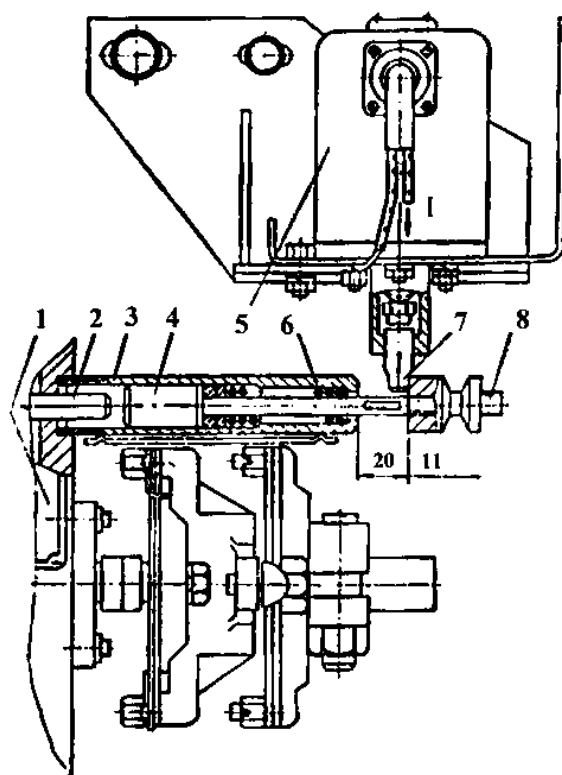

Рис. 24. Устройство механическое:
При срабатывании стоп-устройства У шток 7 (рис. 24) освобождает шток 4, который под действием пружины перемещает рейку топливного насоса в крайнее левое положение. Станция останавливается.
7.5.1. Проверить положение штока 4 (см. рис. 24), оно должно соответствовать указанному на рисунке. Закрывать раздаточные вентили.